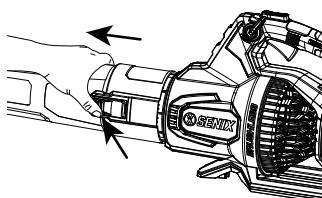

Fig. 4
2. Para extraer el tubo, mantenga pulsado el botón de liberación del tubo para desenganchar el pestillo y, a continuación, tire del tubo para separarlo del soplador (Fig. 4).